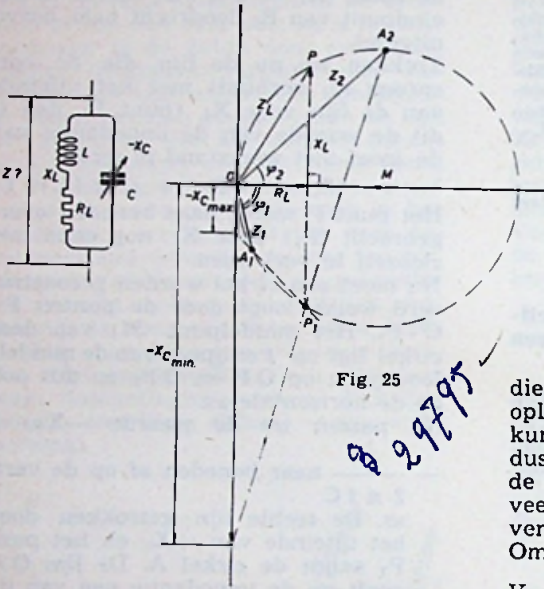

Fig. 25
B. Als A doch met variabele condensator (fig. 25).